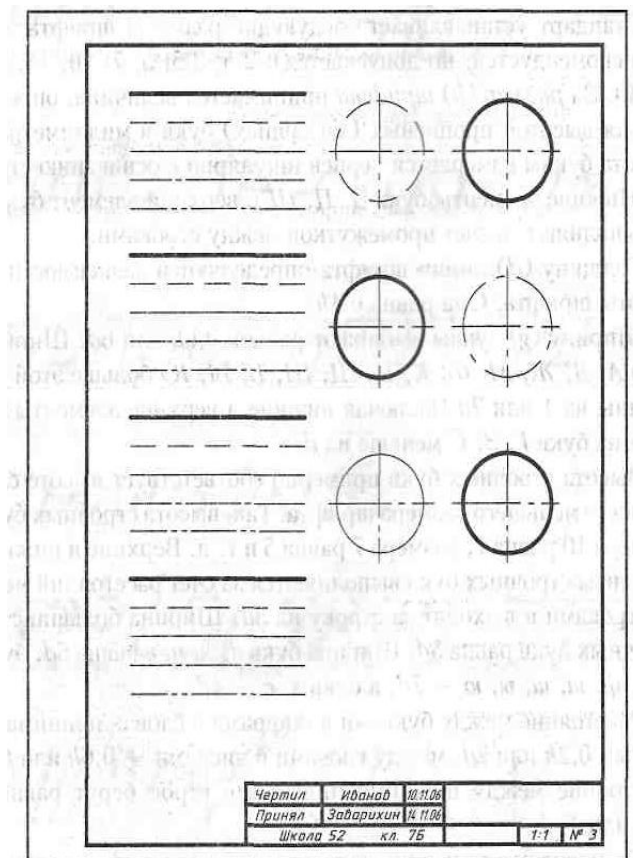

Рисунок 1. Задание для выполнения практической работы
На формате А4 выполнить внутреннюю рамку чертежа. Начертить основную надпись. На том же формате выполнить задание (рис.1) в соответствии с таблицей 1.
1. На форматке 210×150 с рамкой размером 150×120 согласно рис.1 разметить и вычертить карандашом сетку квадратов: прямую, диагональную и совместную. По размерам, указанным на макете, построить два прямоугольника.